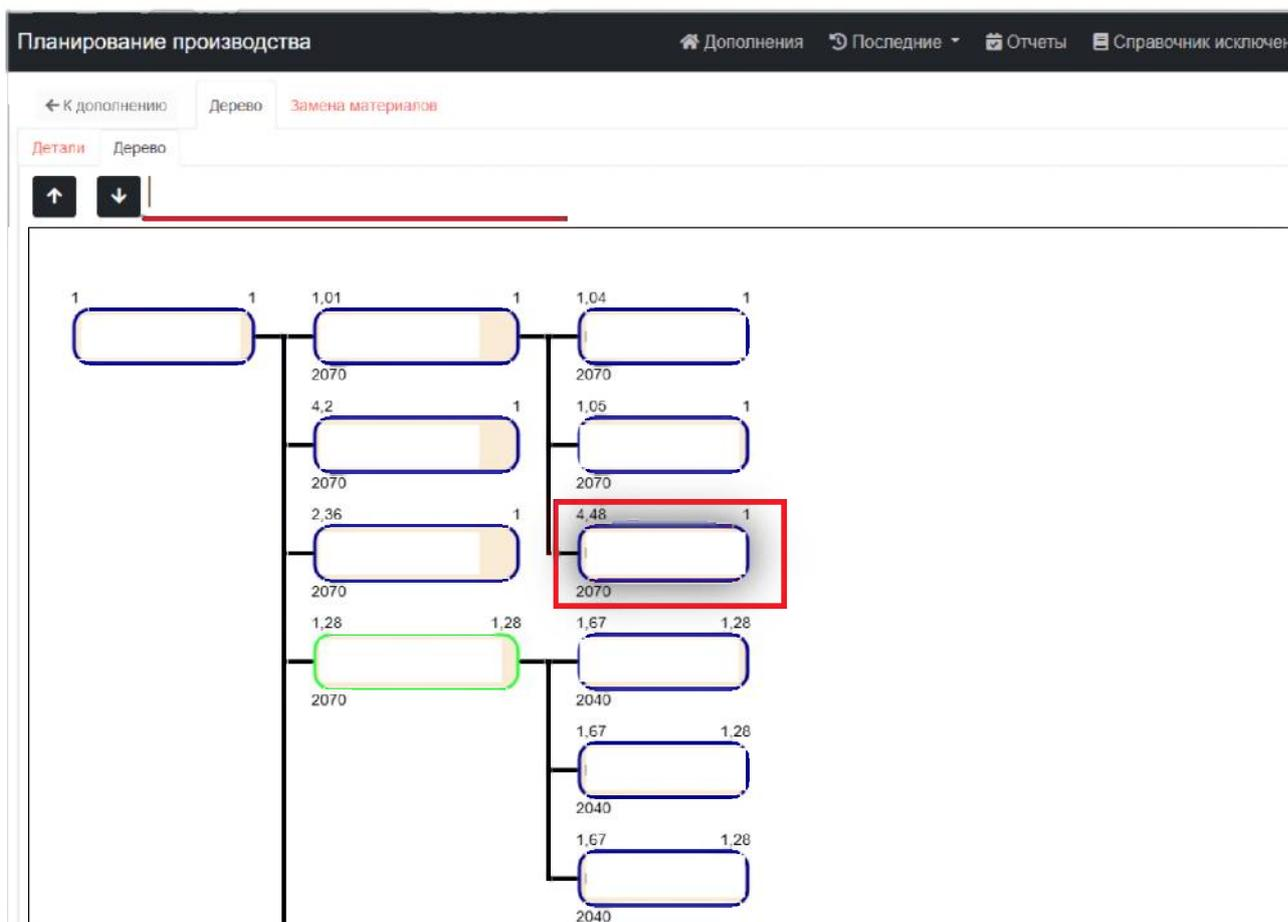

Рисунок 19 – Дерево изделия
2) На вкладке «Дерево» в виде схемы возможно отображение как всего дерева изделия, так и его отдельных частей (рис. 19).